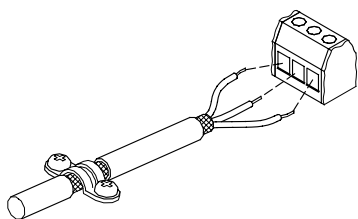

Рис. 38 Пример снятия изоляции кабеля с экраном
- По возможности, оставляйте экран как можно ближе к соединительным клеммам. См. рис. 38.